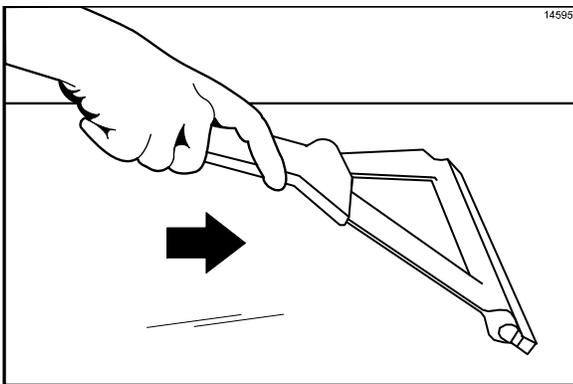

Figura 34
3. Use el escurridor para empujar la grasa de la parte trasera de la placa inferior de la parrilla hacia el recipiente para grasa. **No** use el raspador de la parrilla en este paso. (Vea la figura 34.)